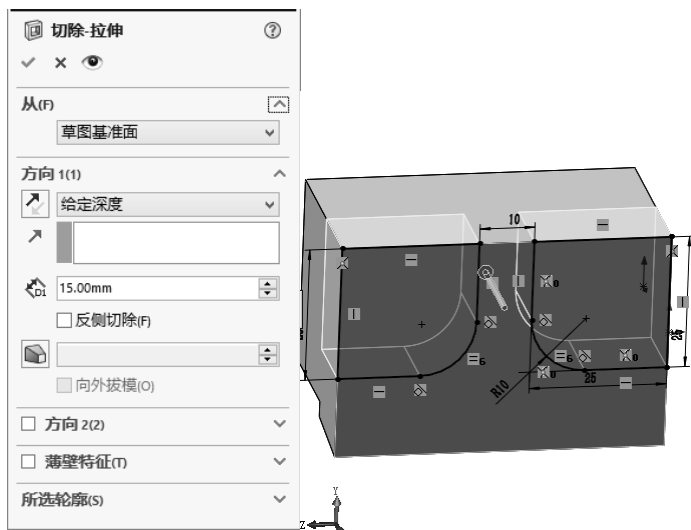

图 3-74 设置切除拉伸参数
**11** 创建切除拉伸特征 1。单击“特征”控制面板中的“拉伸切除”按钮，在弹出的“切除-拉伸”属性管理器中设置切除拉伸参数，如图 3-74 所示，单击“确定”按钮，完成切除拉伸特征 1 的创建。